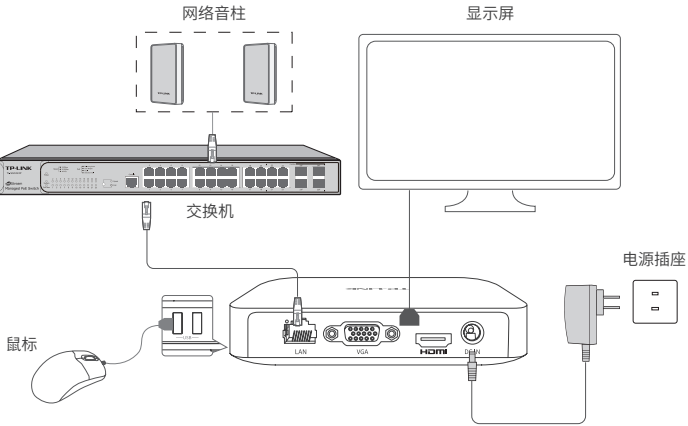

图3-1 设备连接示意图
本产品通过VGA接口或HDMI接口接入显示器，接入网线并插上电源和USB鼠标、键盘等设备。短按电源按键开机，当指示灯显示常亮，表示系统已开机，可参考图3-1连接设备，启动过程预计需要3-5分钟，请耐心等待。
1. 确保服务器已正确连接显示器、鼠标及其它设备，根据需求，选择合适的连接方式，可参考图3-1。